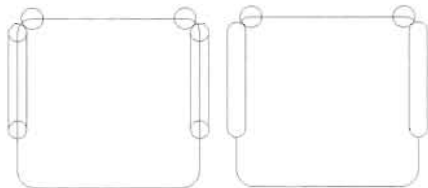

图 4-80
(5) 使用直线连接直径为 50 的圆的象限点, 然后单击“修改”工具栏中的“修剪”按钮, 剪掉多余的线段, 如图 4-80 所示。